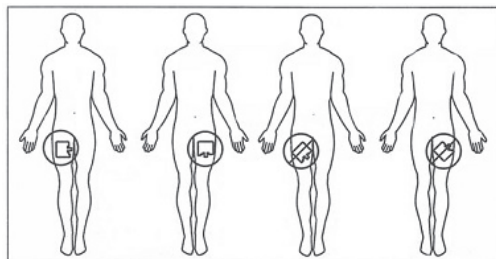
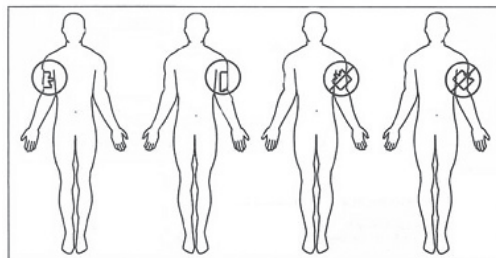

図 1
図 2
1. 対極板の貼付部位は、手術部位に近く通電性の良い部位(大腿部前面等)を選択する。腕または脚部に使用する場合は、図 1 ○印の様に身体に対して縦向きもしくは横向きに貼付すること。やむを得ず下側に貼付する場合(小児や乳幼児に使用する場合等)は、図 2 ○印の様に貼付すること。[貼付方向による貼付面の温度差を少なくするため。]